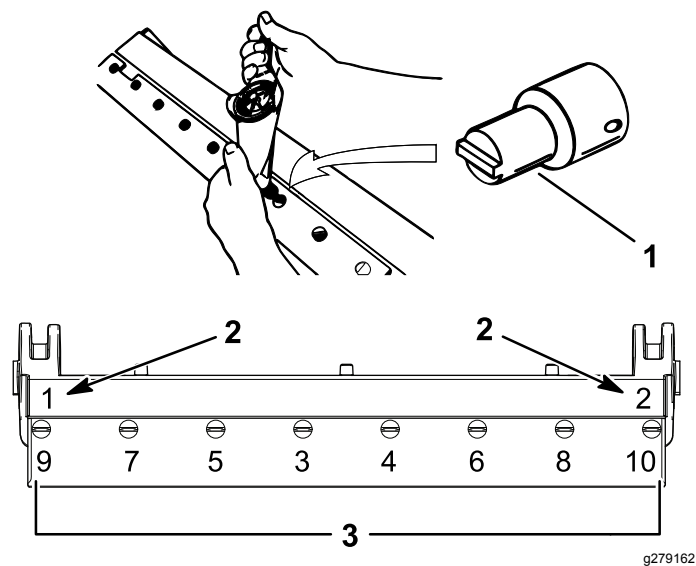

**Figura 34**
3. Aplique composto antigripagem nos parafusos e instale a lâmina de corte na barra de apoio da seguinte forma (Figura 34):
- A. Aperte os dois parafusos exteriores com 1 N·m; consulte a Figura 34.
- B. Trabalhando a partir do centro da lâmina, aperte os parafusos com 23 a 28 N·m; consulte a Figura 34.